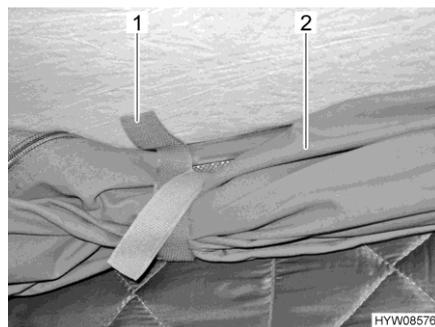

Fig. 80 Lengüetas de sujeción
- Soltar las lengüetas de sujeción (Fig. 80,1) en la lona enrollada (Fig. 80,2).
- Enrollar la lona (Fig. 80,2) y retenerla con las lengüetas de sujeción (Fig. 80,1).